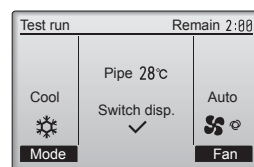

Fig. 6-5
- 1 Premere il pulsante [F1] per visualizzare le modalità di funzionamento nell'ordine "Cool" (Raffred) e "Heat" (Riscald). (Fig. 6-5)